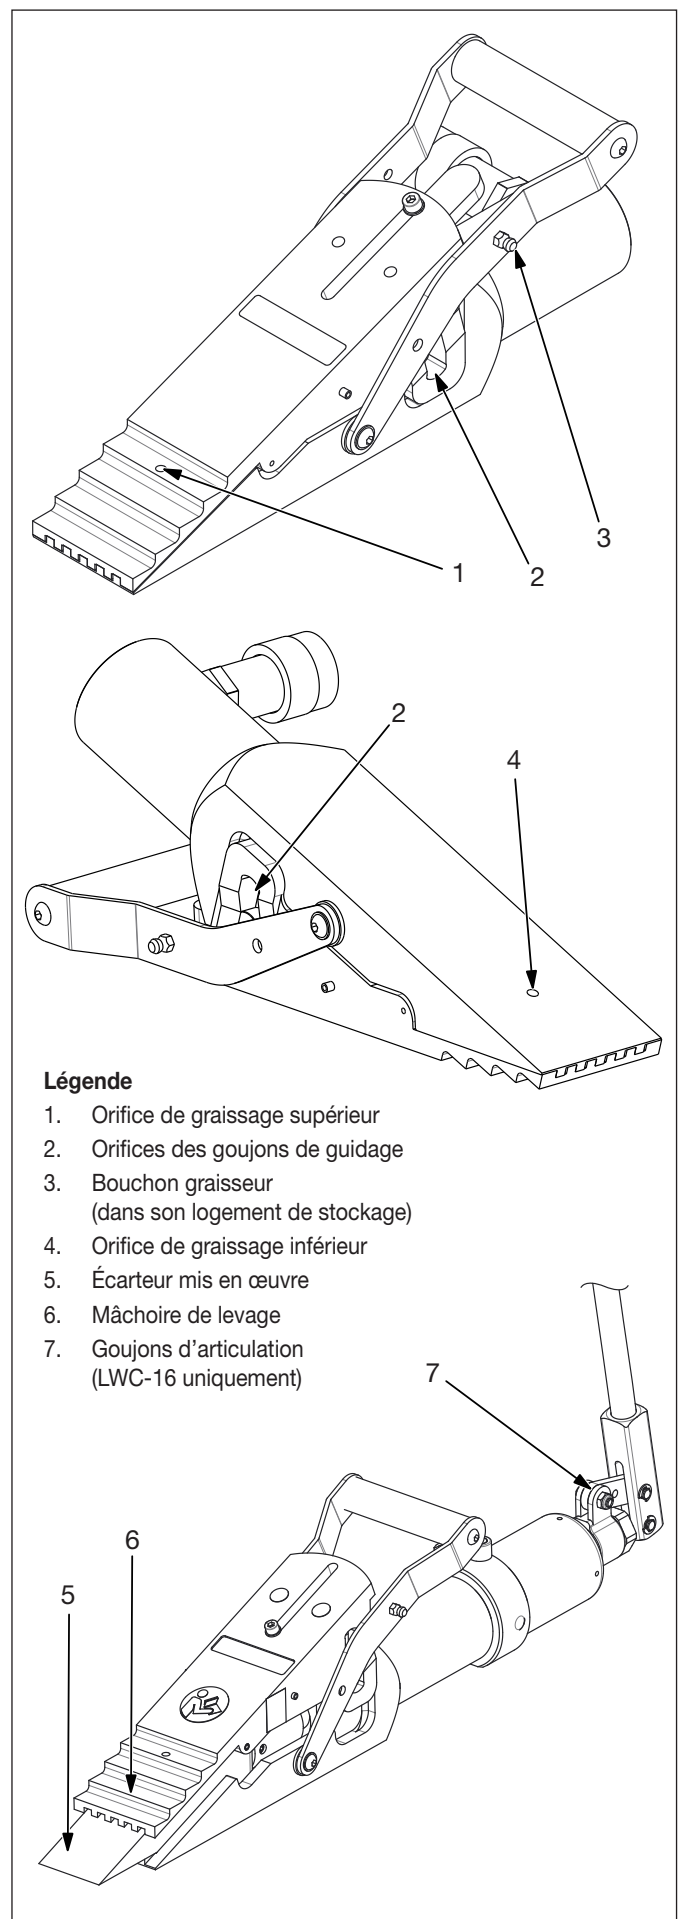

Figure 7 – Lubrification des modèles LW-16 et LWC-16
Pour lubrifier l'écarteur, procéder comme suit. Se reporter à la Figure 7, éléments 1, 3, 4, 5 et 6.
1. Retirer tout dépôt ou saleté des orifices des goujons. Voir la Figure 7, élément 2.
Graisser régulièrement les goujons des articulations pour s'assurer qu'ils restent lubrifiés. Voir la Figure 7, élément 7.